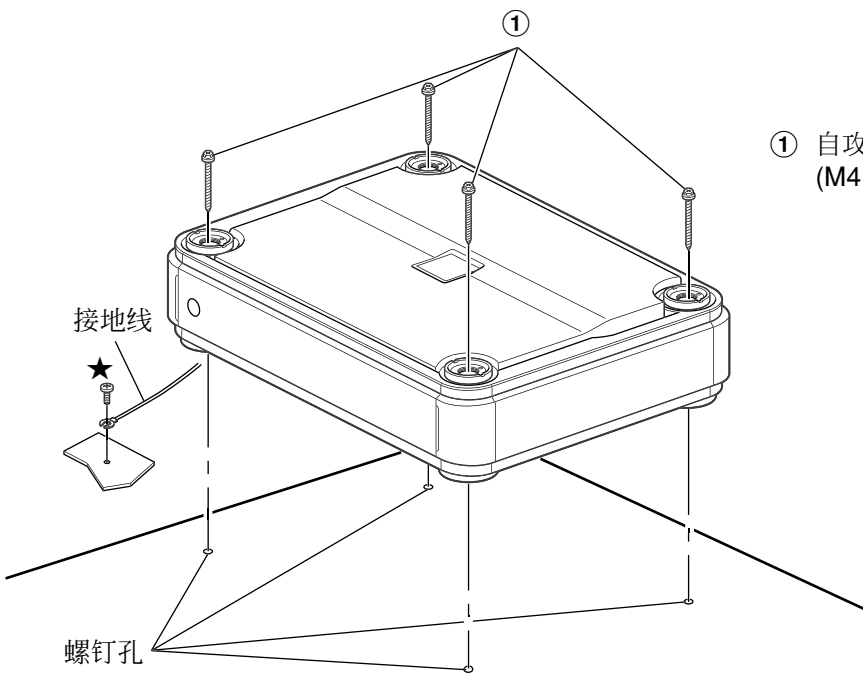

图 2
- 自攻螺钉 (M4 x 40，参照左图 2 中①) 4
3. 用四个自攻螺钉（M4 x 40，附带）将装置向下固定住。请参考图 2。